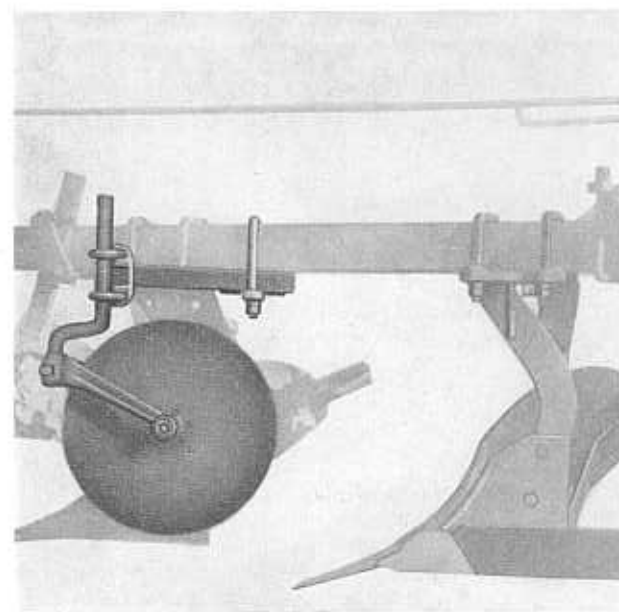

Bild 12 Scheibensechabhängung
2. ob Scheibensech und Kombi-Vorschneider vorschriftsmäßig montiert und im gebrauchsfähigen Zustand sind (Bild 12);